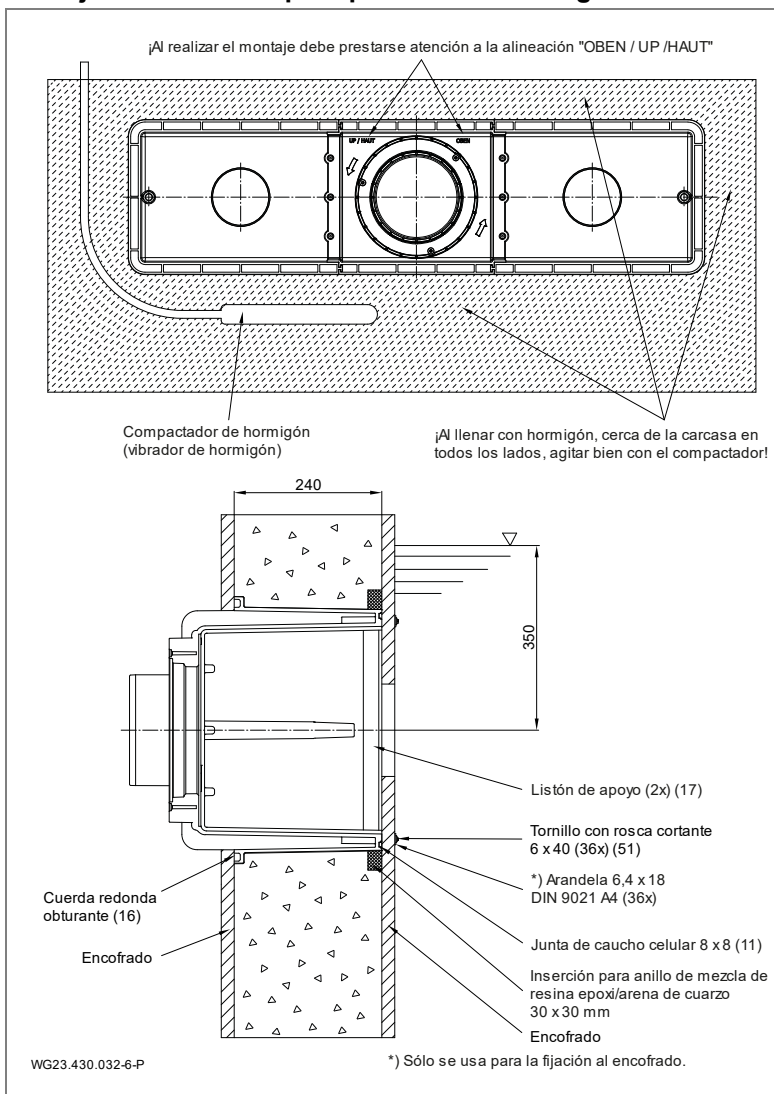

Fig. 5
Para la estanqueidad con la pared de hormigón recomendamos crear un anillo perimetral de resina epoxi/arena de cuarzo en la pared exterior del lado de la piscina de la carcasa (1). Ver "Fig. 5", página 22.